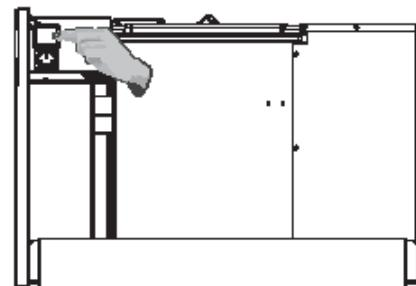

Рис. 14
1. Выключите прибор с помощью основного выключателя (рис.14).